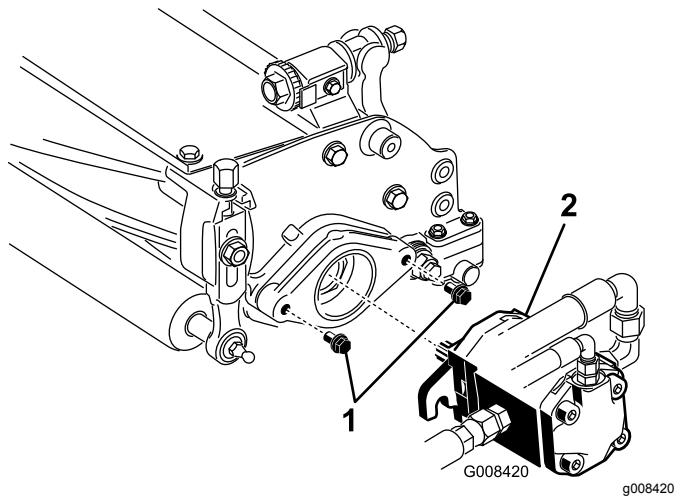

図 11
7. リールモータ取り付けボルトのねじの頭が、それぞれおよそ 13mm 突き出した状態になるようにすること図 11。
- リールモータのシャフトのスプライン部にグリスを塗布する。モータを取り付け穴に正対させ、時計方向にひねってスタッドを一回かわし、モータを左にひねってフランジをスタッドに嵌め合わせ図 11、
- 取り付けボルトを締め付ける図 11。